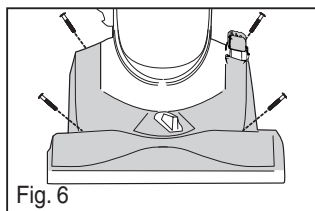

Fig. 6
- Remplacez les 4 vis (Fig. 6).